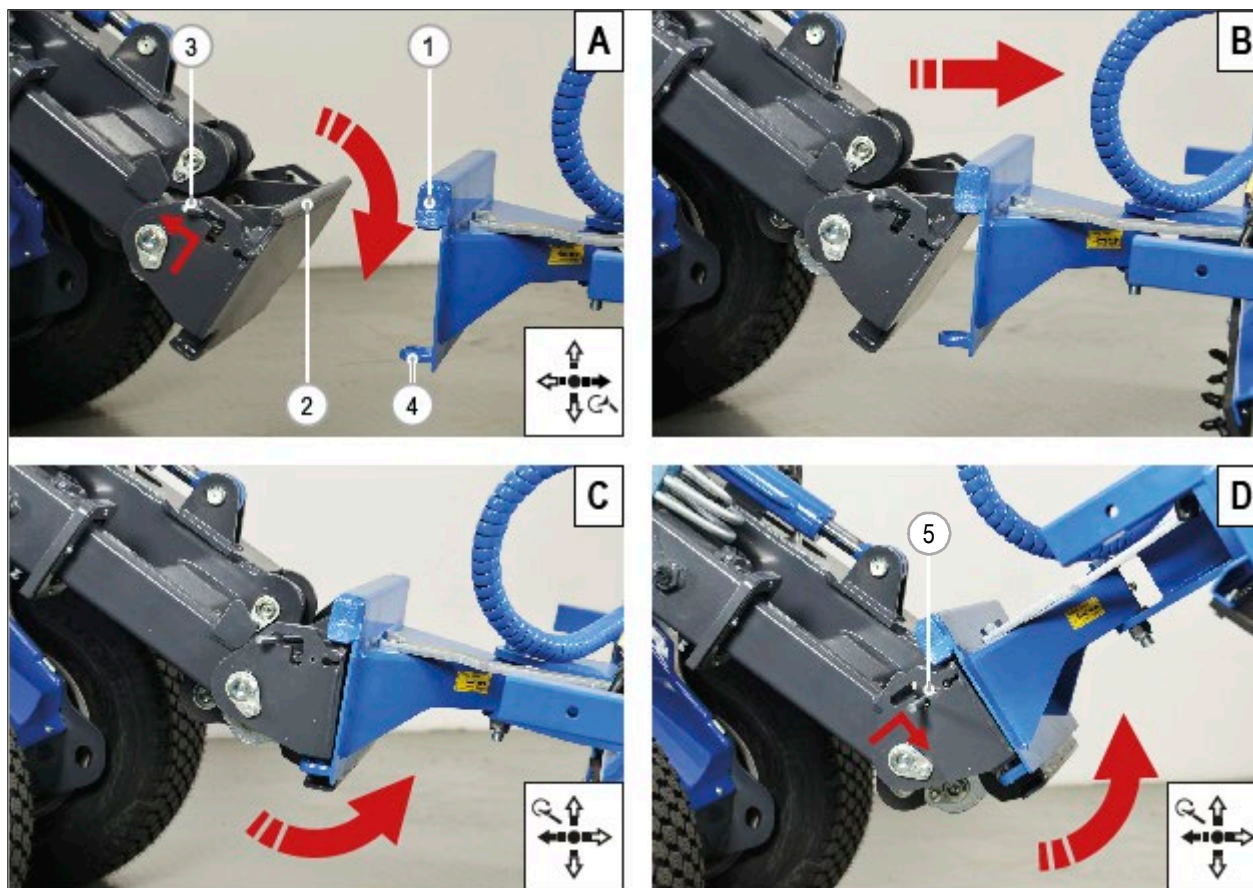

РИС. 31
- 6) Поднимите и нажмите два рычага (РИС. 31 - Сс. 3), расположенные на быстром сцепном устройстве, заглушки креплений поднимутся.
- 8) Осторожно подтяните быстрое сцепное устройство к навесному оборудованию, чтобы поднять круглый профиль на верхнем конце (РИС. 31 – Сс. 2) к предназначенным для него посадочным местам крепления (РИС. 31 – Сс. 1).
- 9) Медленно переместите многофункциональный джойстик влево, чтобы быстросъемная муфта отклонилась назад, поднимите быстрое сцепное устройство ещё на несколько сантиметров. Система сцепления автоматически закроется, а две заглушки войдут в гнезда навесного оборудования (РИС. 31 – Сс. 4).
- 10) Проверьте визуально, что два рычага (РИС. 31 – Сс. 5) находятся в нижнем положении. Если нет, соединение не было произведено.
- 4) Осторожно подтяните быстрое сцепное устройство к навесному оборудованию, круглый профиль на верхнем конце (РИС. 31 – Сс. 2) поднимется к предназначенным для него посадочным местам крепления (РИС. 31 – Сс. 1).